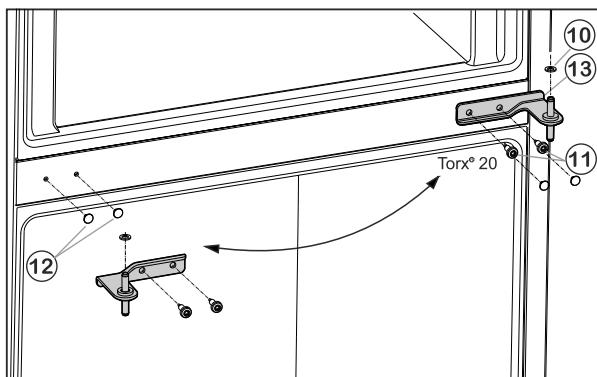

Fig. 6
- ▶ Opatrne stiahnite kryty Fig. 6 (12) a znova ich nasadťte na opačnej strane.